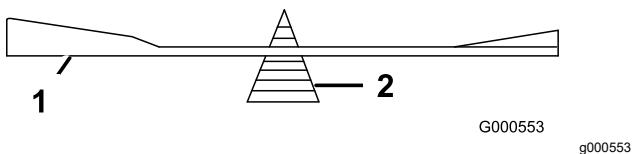

Figure 71
2. Vérifiez l'équilibre de la lame en la plaçant sur un équilibrEUR (Figure 71).